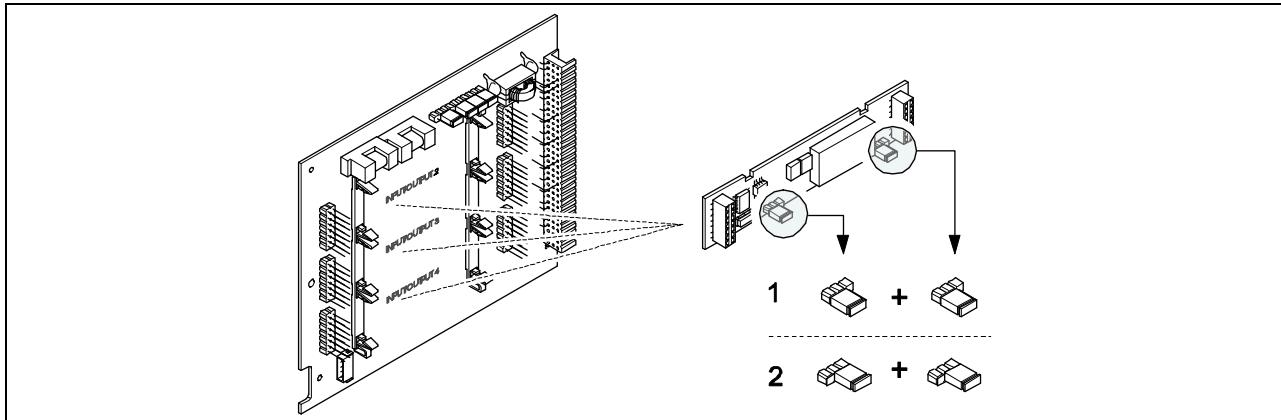

Рис. 49: Конфигурирование релейных kontaktov (NC/NO) для модульной платы с гибкой структурой модулей.
3. Установите перемычки → см.рис. 49,50